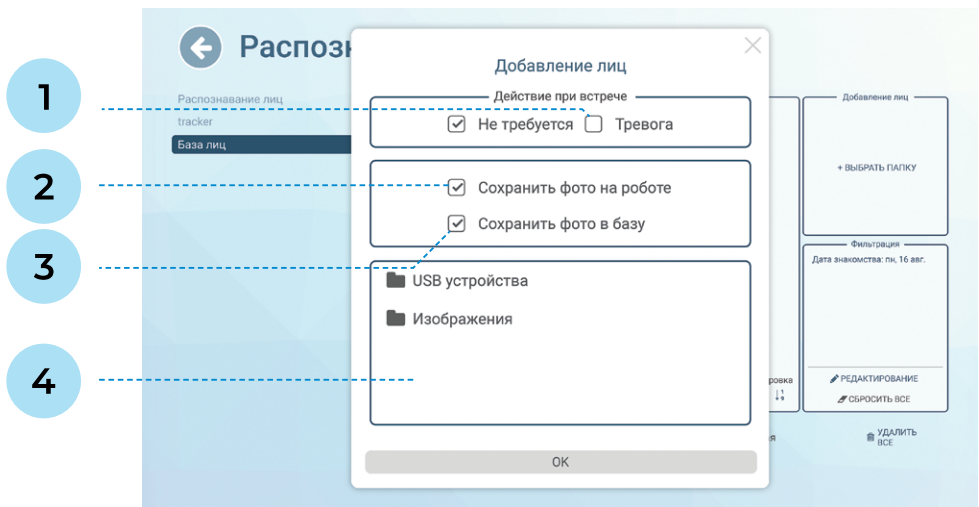

Рисунок 6.17. Добавление фото в базу лиц
5. **Выбрать папку** — здесь можно загрузить фотографии людей, чтобы робот заранее их знал, и человеку, при встрече с роботом, не нужно было проходить процедуру знакомства (рис. 6.17).